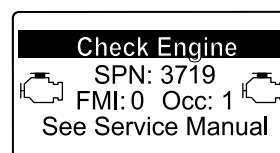

Figura 54
- Si es necesario realizar una regeneración de recuperación, el InfoCenter muestra la advertencia del motor SPN 3719, FMI 16 (Figura 54) y el ordenador del motor reduce la potencia del motor al 85 %.